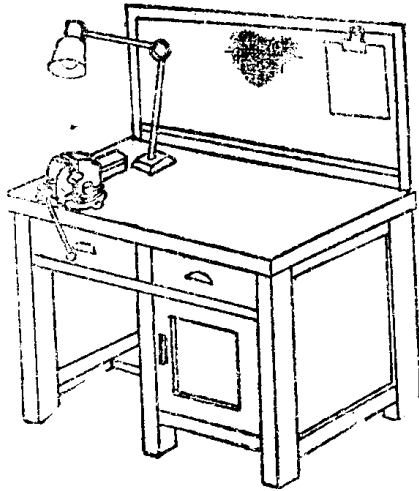

图 1-1 钳台
(1) 钳台 钳台（见图1-1）也称为钳桌，是钳工操作用的专用工作台。钳台面上用于安装台虎钳、放置工具和工件等。